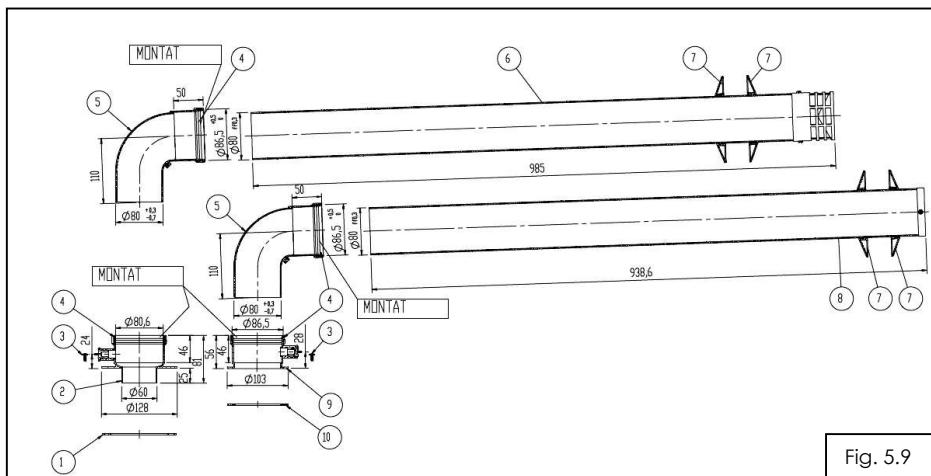

Fig. 5.9
**Kitul dual, fig. 5.9 se livrează doar la cerere.** Kitul dual este format din două conducte: una pentru admisie aer și una pentru evacuare gaze arse de același diametru, Ø80mm, din două coturi de 90 și din garniturile aferente.